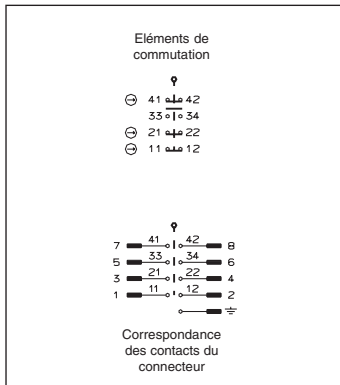

Fig. 4: Eléments de commutation avec fonctions de commutation et brochage du connecteur
- Correspondance des contacts, voir la fig. 4.